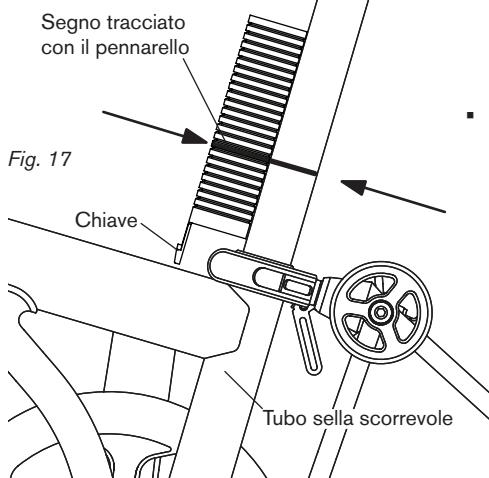

Fig. 17
- Collegare il cannotto capovolto rispetto al reggisella sulla parte superiore del tubo sella scorrevole, come mostrato (fig. 17) e segnare la scanalatura sul cannotto quanto più vicino possibile al segno sul reggisella